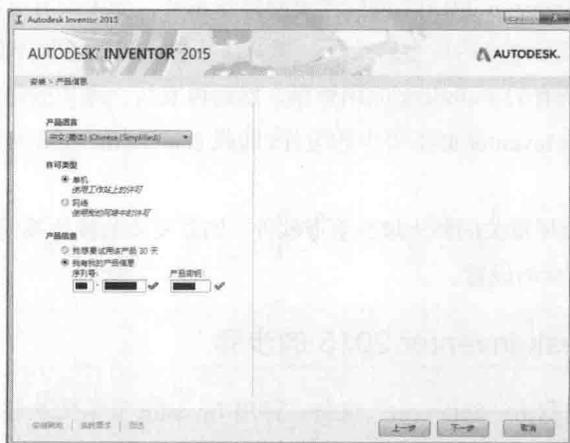

图 1-7 “产品信息”界面
(3) 单击“下一步”按钮进入“产品信息”界面。如果用户选择的不是试用该产品，则需要提供用户信息和产品序列号数据，如图 1-7 所示。